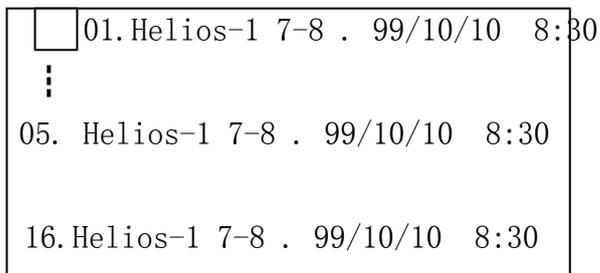

图 11
2、按“处理”键。选择“波形查阅”后，按“确认”键进入查阅菜单则显示屏出现如图 11 所示画面，可用“↑”、“↓”键改变闪烁光标的位置即要查阅波形的的位置，再按“确认”键则显示屏显示出要查阅的波形。再按“打印”键即可打印出所查阅的波形。